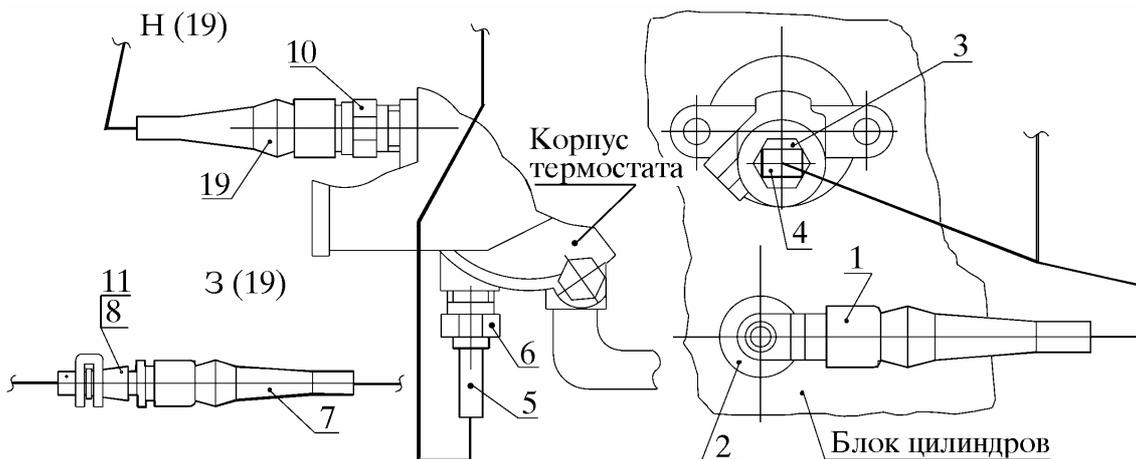

Рис. 27. Отсоединение жгута от датчиков:
13.14. Отсоединить колодки 1, 4, 5, 7, 9 (рис. 27) жгута проводов от датчика детонации 2, датчика 4 указателя температуры, датчика 6 аварийной температуры, колодки 8 датчика положения коленчатого вала, колодки 11 датчика положения распределительного вала и датчика 10 температуры.